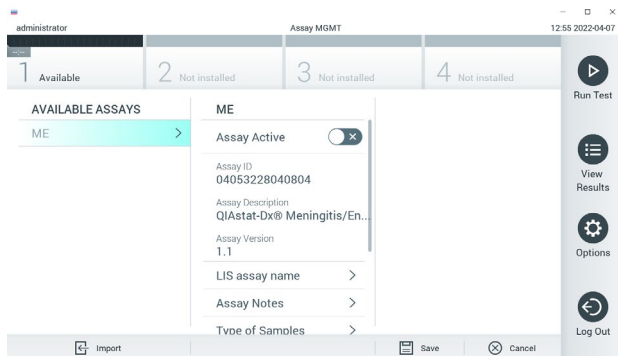

Figura 26. Tela Assay Management (Gerenciamento de ensaios).
2. Pressione o botão Options (Opções) e selecione Assay Management (Gerenciamento de ensaios). A tela Assay Management (Gerenciamento de ensaios) é exibida na área Content (Conteúdo) da tela (Figura 26).